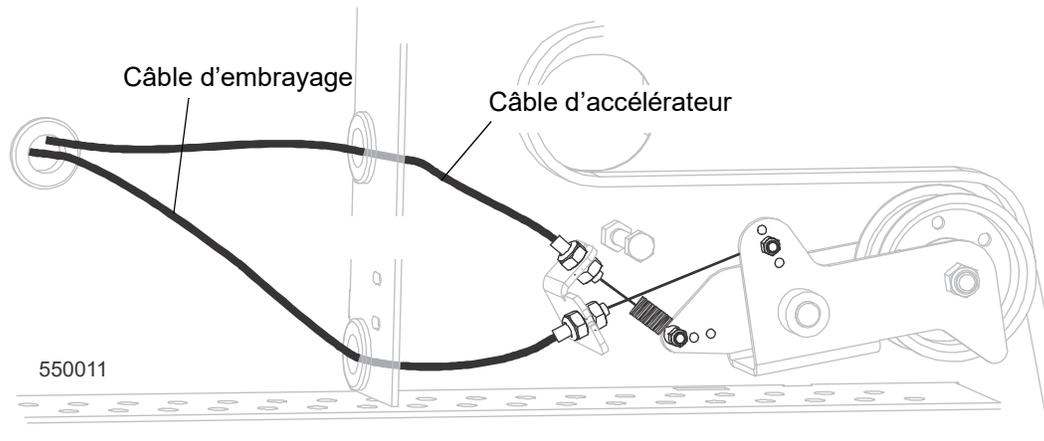

FIG. 4-11
1. Réglez la courroie d'entraînement en augmentant ou en réduisant le câble d'embrayage. Voir Figure 4-11.